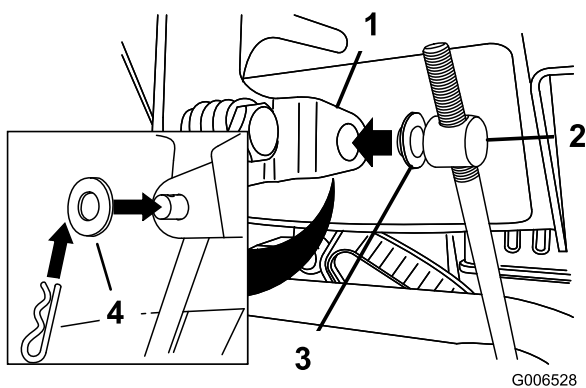

Figura5
3. Amplasați o șaibă plată pe axul de rotație (Figura5).
6. Trageți în sus tija de control viteză și introduceți axul de rotație în orificiul din maneta selectorului de viteză (Figura5).
- B. Deconectați axul de rotație de la maneta selectorului de viteză (Figura5).
- C. Rotiți axul de rotație în jos (în sensul acelor de ceasornic) pe tija de control viteză (Figura5).